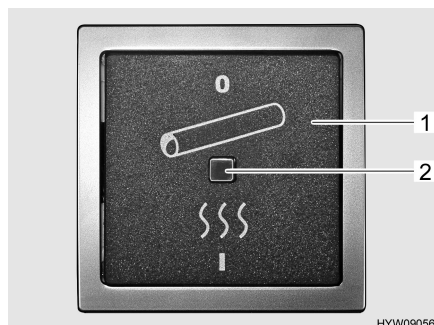

Fig. 77 Interrupteur pour chauffage électrique du tuyau des eaux usées
- Placer le commutateur à bascule (Fig. 77,1) sur la position "I". Le voyant de contrôle (Fig. 77,2) placé sur le commutateur s'allume.
- Placer le commutateur à bascule (Fig. 77,1) sur la position "0". Le voyant de contrôle (Fig. 77,2) placé sur le commutateur s'éteint.